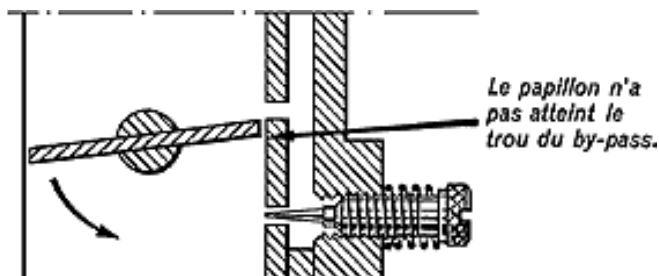

Fig. 8
- ou bien, au contraire, lorsque le papillon n'a pas encore atteint le trou de by-pass (fig. 8).